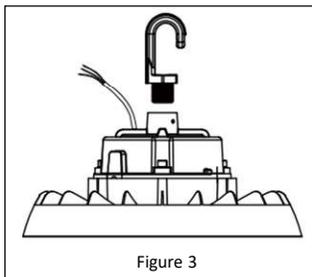

Figure 3
1. Install the hook into the top of the fixture. Rotate clockwise until snug. **See Figure 3.**
1. Installez le crochet dans le haut du luminaire. Tournez dans le sens des aiguilles d'une montre jusqu'à ce qu'il soit bien serré. **Reportez-vous à la Figure 3.**